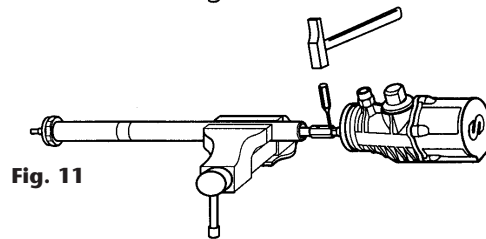

Fig. 11
5. Extráiga el pasador situado en la parte superior de la tuerca de conexión (fig. 11) y desenrosque el cuerpo del tubo de aspiración.